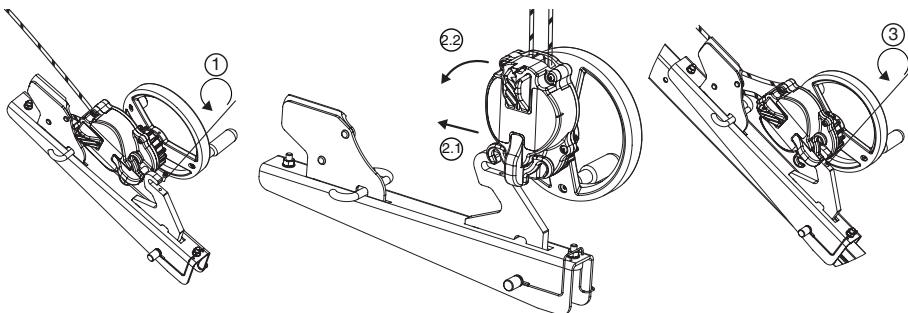

Fig. 8
### 6.3.4. derope™ UP R apparat (Fig. 8, 9 og 10)
derope™ UP R apparatet skal fastgøres på benet på tracpode trefoden fra Tractel® som vist på Fig. 8. Enhver anden fastgørelse til et andet punkt på tracpode trefoden fra Tractel® er forbudt.
1. Løsn blokeringsskruen til tilkoblingskrogen på konsollen til derope™ UP R apparatet (Fig. 8,1).
2. Installer derope™ UP R apparatet på tilkoblingskrogen (Fig. 8, 2.1 – 2.2).
3. Skru blokeringsskruen fast for at forhindre apparatet i at blive adskilt fra konsollen (Fig. 8, 3) og kontrollér, at den sidder korrekt og er spændt godt fast.